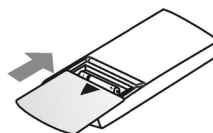

Fig.3
- Vuelva a colocar la tapa en el compartimento de la batería (observe la dirección de la flecha en la fig.3).